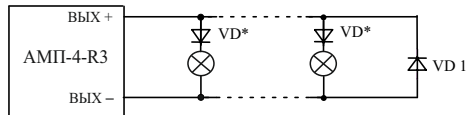

Рисунок 11
4.3.8 Если для подсветки в ОПОП применены не светодиоды, а другие светоизлучающие элементы, то в качестве обеспечения тока контроля целостности линии связи применяют диоды VD* (рисунок 11).